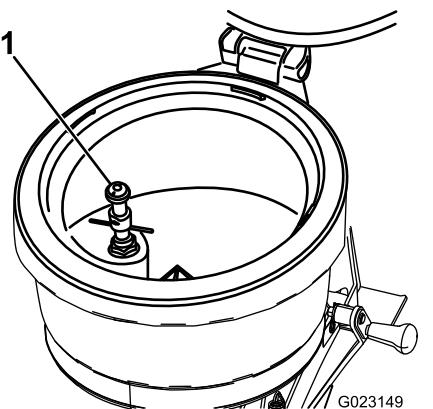

Figura 34
O enxaguamento do recipiente (Figura 34) encontra-se no interior do depósito do misturador. Utilize o enxaguamento do recipiente para remover resíduos de produtos químicos do interior do recipiente em que o produto químico foi embalado. O enxaguamento do recipiente encontra-se pressurizado com solução do sistema de pulverização. O recipiente de produtos químicos é enxagulado com solução do sistema de pulverização descarregada no bico do enxaguamento do recipiente.
- A. Coloque o aro do recipiente sobre o enxaguamento do recipiente e pressione para baixo para abrir a válvula; consulte Figura 34 em Enxaguamento do recipiente (página 19).